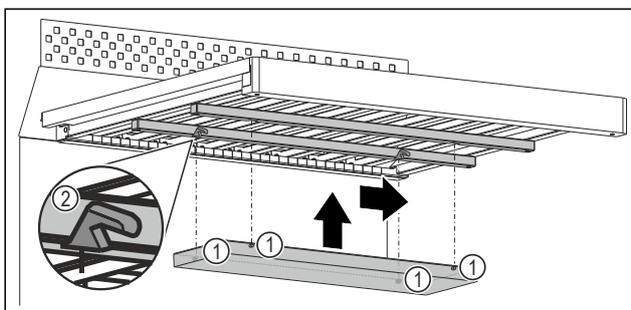

Fig. 98 Примерное изображение
- ▶ Установите каждый штифт Fig. 98 (1) в соответствующую выемку Fig. 98 (2) на направляющих под деревянной решеткой.